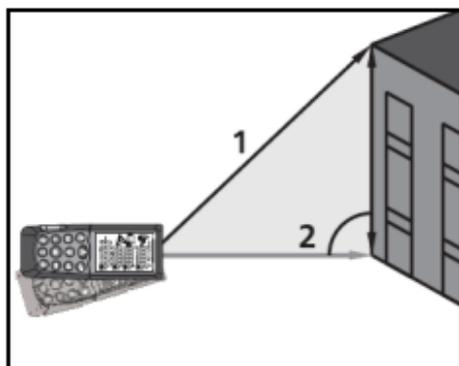

Fig. 9: Execução da medição Indireta com 2 pontos
3. Colocar o instrumento no ponto mais alto (1) da medição (ver Fig. 9) e premir o botão  ou o botão lateral **MEAS** para efetuar a medição. O resultado é apresentado no primeiro display parcial. O símbolo “” é apresentado no display com o lado “2” intermitente.
4. Colocar o instrumento na posição o mais horizontal possível (2) da medição (ver Fig. 9) e premir o botão  ou o botão lateral **MEAS** para efetuar a medição. O resultado é apresentado no segundo display parcial.
5. O valor final do resultado (obtido como  $\sqrt{(1)^2 - (2)^2}$ ) é apresentado no display resultante.